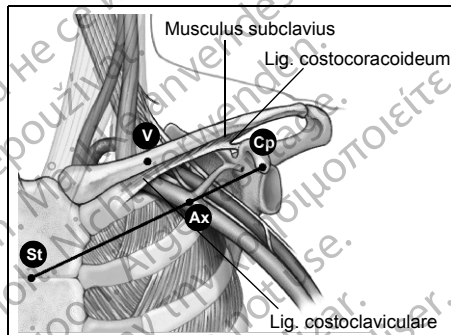

Abb. 2. Es gibt Anhaltspunkte für die Identifizierung der Zugangsstelle für eine perkutane Punktion der V. subclavia.
1. Unter Bezug auf Abb. 2 die Punkte St (Angulus sterni) und Cp (Processus coracoideus) identifizieren.